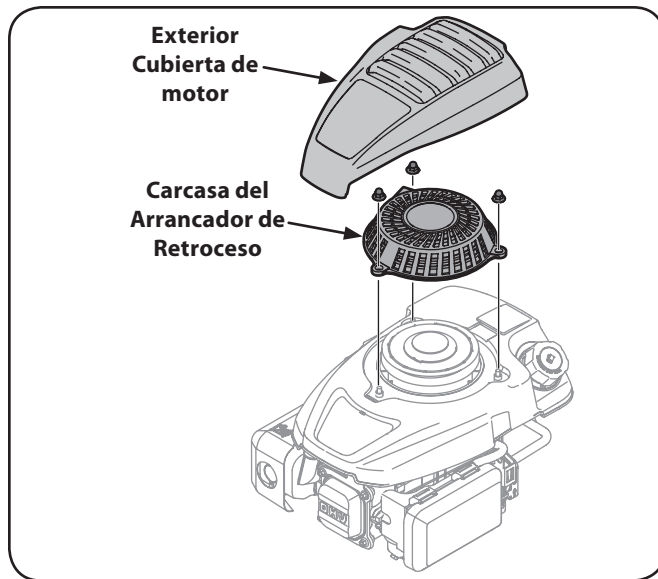

Figura 6-3
1. Retire exterior cubierta de motor y la carcasa del arrancador de retroceso, como se muestra en la Figura 6-3.